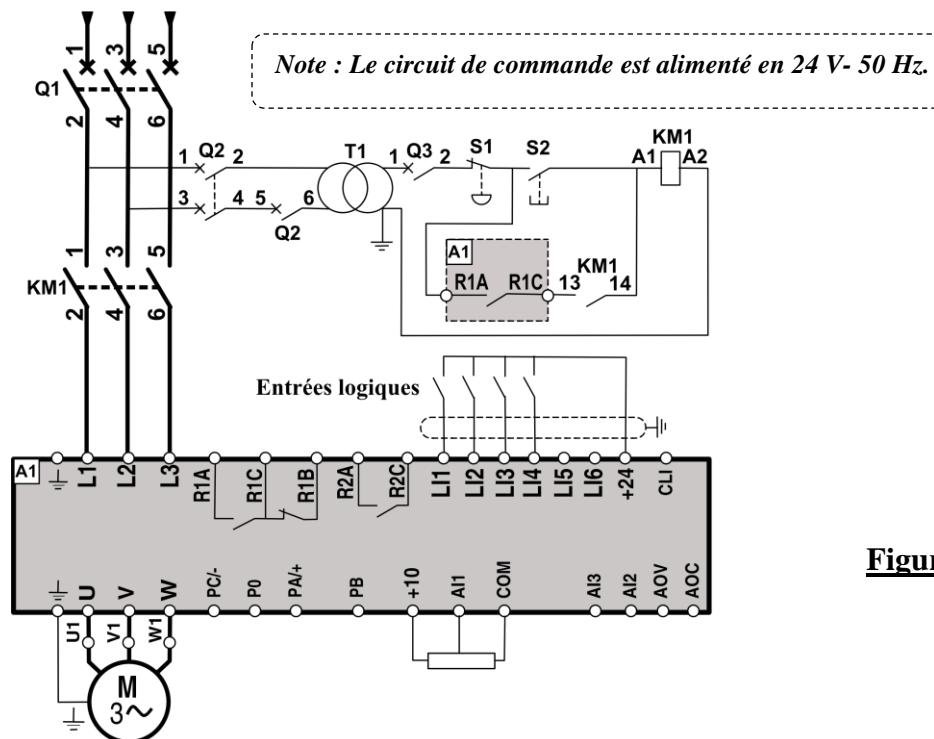

Figure 7
Le variateur de vitesse est préprogrammé en mode 4 vitesses. Ces 4 vitesses sont sélectionnées par les entrées logiques **LI3** et **LI4** (voir **figure 7 page 6**) :
Le choix du sens de marche du moteur est sélectionné par les entrées logiques **LI1** et **LI2** (voir **figure 7**) :
Q.20-Compléter le schéma de câblage du variateur en se rapportant à la **figure 7**. 3 pts